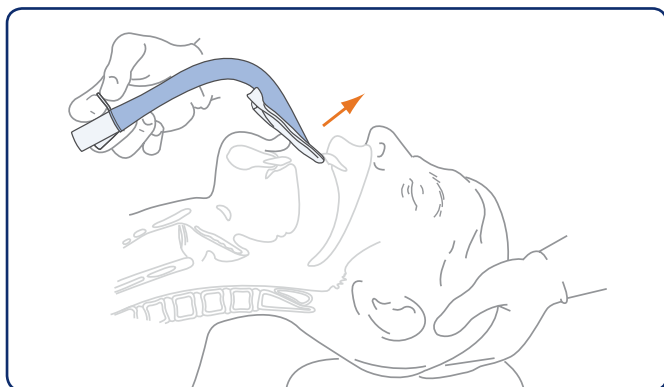

Figura 7: Presione la punta de la mascarilla contra el paladar duro
4. Sujete el dispositivo exactamente tal como se muestra en la Figura 7.